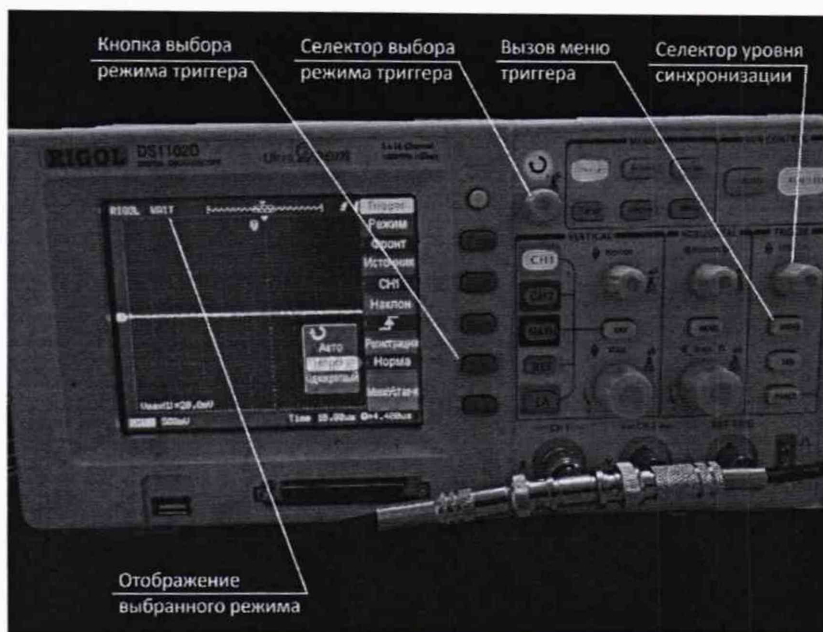

Рисунок 11 – Настройка триггера осциллографа
- установите запуск по триггеру (режим «Ждущий» или «Норма») (рисунок 11). Для этого откройте меню триггера нажатием кнопки «Menu», в появившемся меню выберите пункт «Регистрация», и выбрать селектором пункт «Норма».